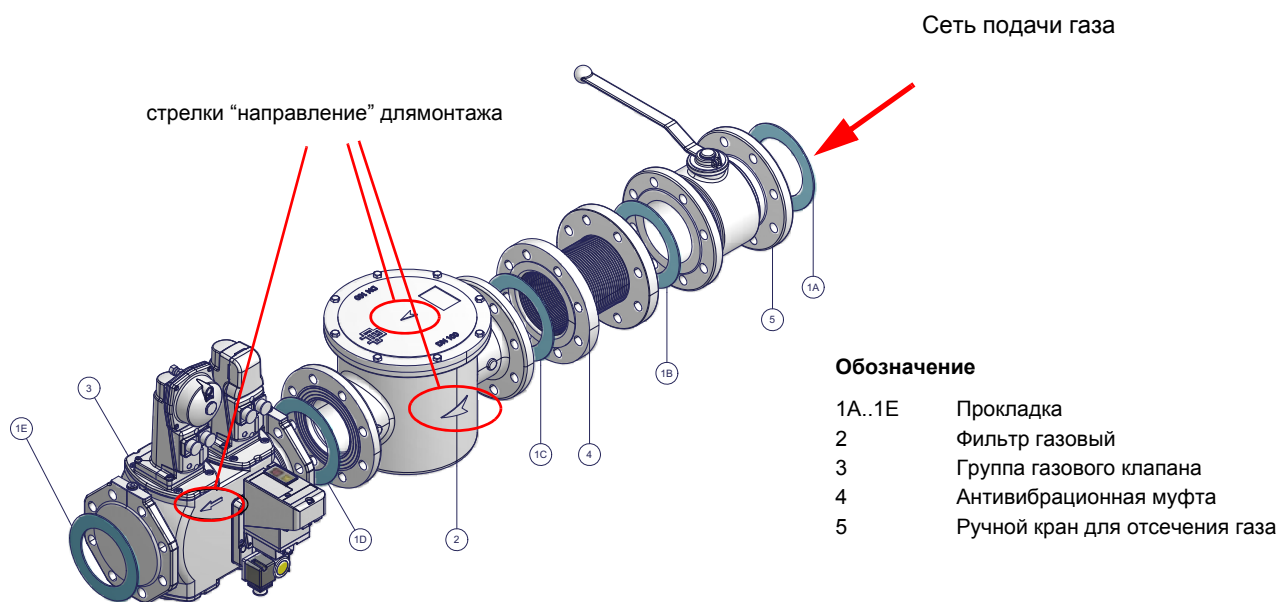

Рис. 4 - Пример газовой раампы
- 1-б) при фланцевых соединениях: между соседними компонентами устанавливать прокладку (1А..1Е - Рис. 4), совместимую с используемым газом,
ВНИМАНИЕ: после монтажа газовой ramпы согласно схеме на Рис. 4, необходимо провести тестирование на герметичность газового контура, согласно требований действующих нормативов.